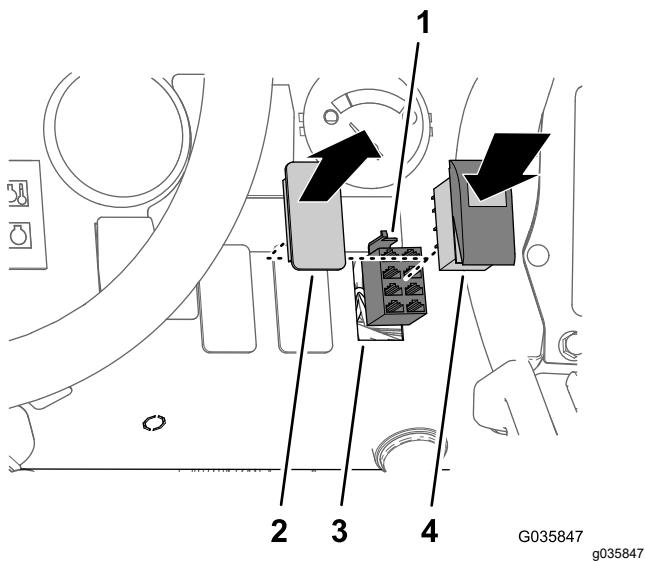

Figure 35
- Retirez le cache à l'emplacement de l'interrupteur sur la planche de bord, comme montré à la Figure 35.
- Branchez le connecteur à 8 douilles du faisceau du kit de finition pour rampes soniques étiqueté SONIC MODE MANUAL vs. AUTO sur l'interrupteur à bascule (Figure 35).
- Insérez l'interrupteur à bascule dans l'ouverture de la planche de bord jusqu'à ce qu'il s'enclenche solidement en place (Figure 35).